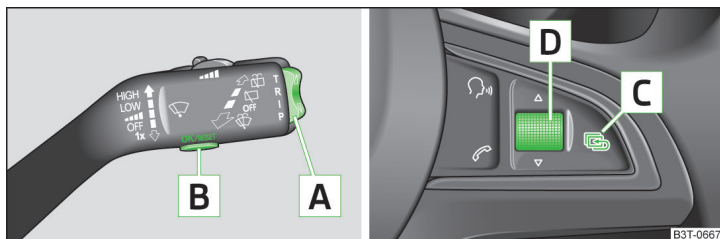

Fig. 27 Teclas/rueda de ajuste: en la palanca de mando / en el volante multifunción
Algunas funciones del sistema de información se pueden manejar con las teclas en la palanca de mando o en el volante multifunción » fig. 27, respectivamente.
Tras pulsar la tecla **A** » fig. 27 de la página 45 se muestra el dato que se visualizó la última vez.
- » Pulse la tecla [B] o la rueda de ajuste [D] » fig. 27 de la página 45 durante un lapso prolongado.